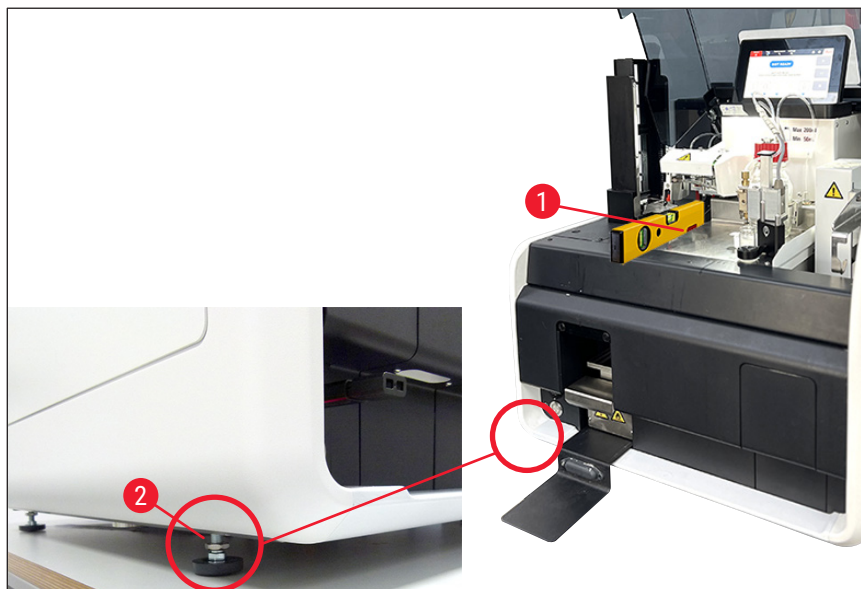

Fig. 11
2. Deschideți capacul și așezați o nivelă cu bulă adecvată (→ Fig. 11-1) pe suprafața de lucru așa cum este indicat în (→ Fig. 11).